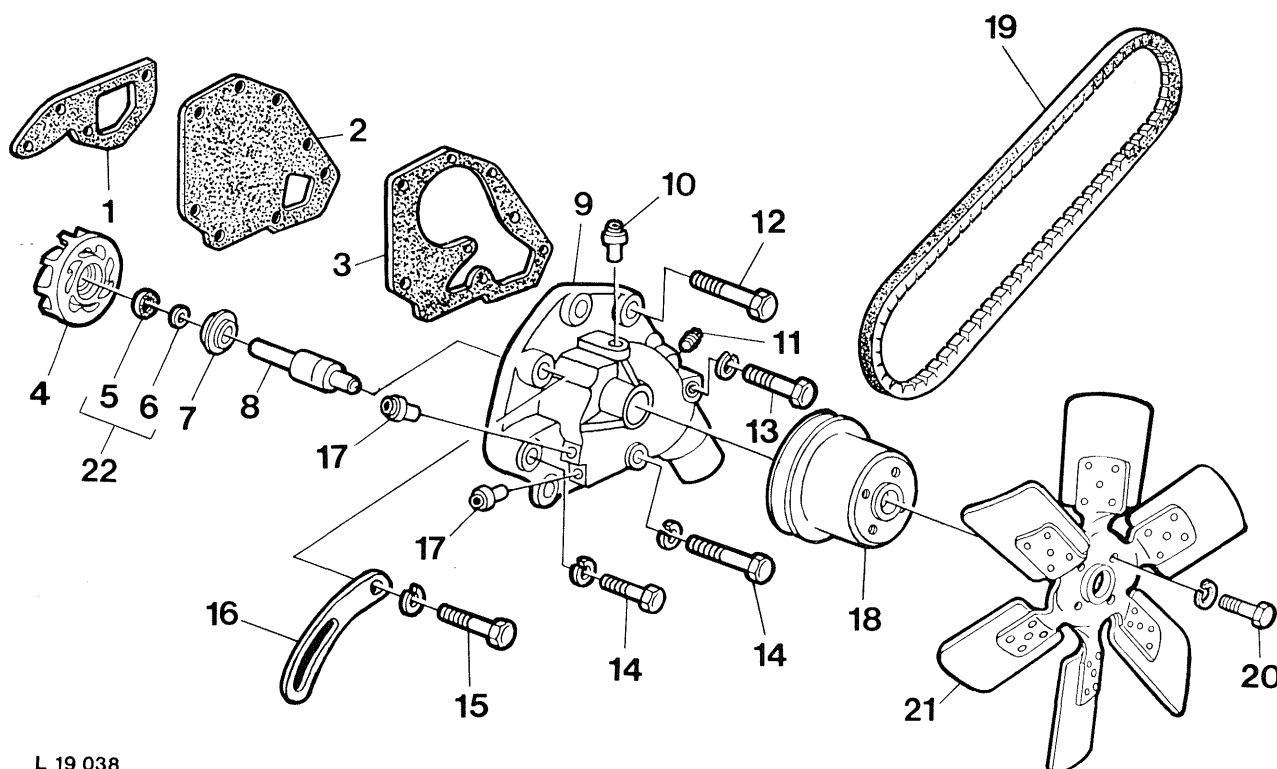

Fig. 4 — Eléments de la pompe à eau
Le capuchon 5 (fig. 4) et le joint céramique 6 forment le jeu réparation 22: ils ne sont pas livrables séparément.
2. Enduire d'huile les lèvres d'étanchéité du joint 7 (fig. 4) et le placer dans le boîtier de pompe (voir fig. 1).
8. Placer la pompe à eau sous une presse de sorte que la pression exercée lors du montage de la poulie du ventilateur 18 (fig. 4) ne s'applique que sur l'extrémité de l'arbre de pompe.